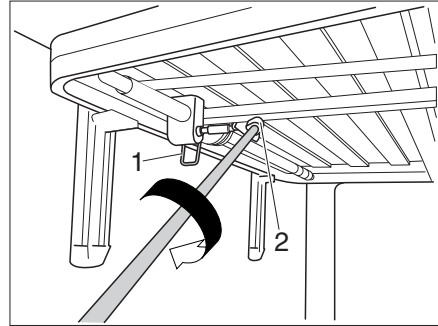

Bild 151 Höjdjustering
- Lossa låsspaken (Bild 151,1). Sängen kan nu justeras.
- Skjut in veven i det magnetiska fyrkantiga uttaget (Bild 151,2). Sängens höjd kan nu justeras.
- Dra ut veven ur det fyrkantiga uttaget (Bild 151,2) och förvara det i hållaren.